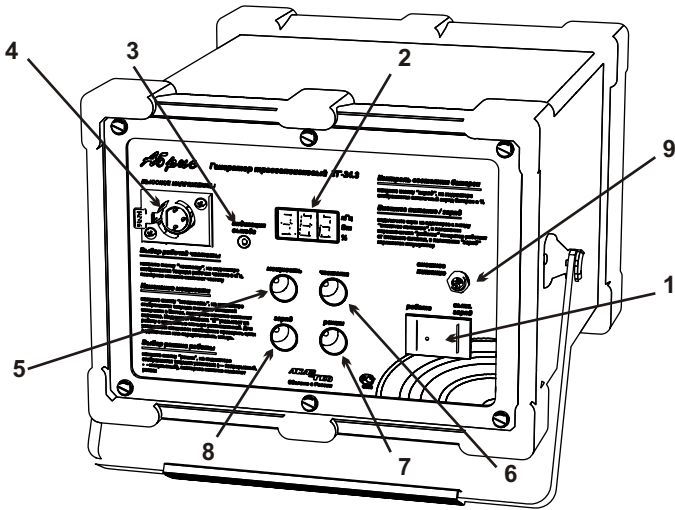
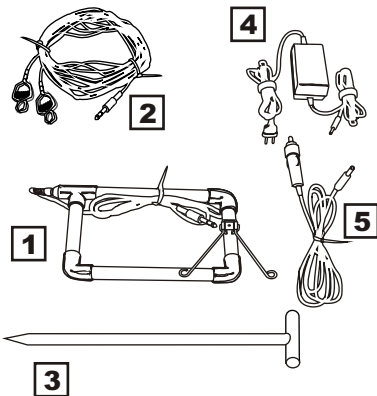

Рисунок 3
Рисунок 4
-  Нажмите на клавишу (поз. 1 рис. 3) переключив ее в положение “работа”
-  Нажмите кнопку “заряд” (поз. 8 рис. 3), на индикаторе отображается значение заряда аккумулятора в %
- 1 Нажмите на клавишу (поз. 1 рис.3) переключив ее в положение “выкл. / заряд”
- 2 При заряде от сети подключите адаптер 220 В (поз.4 рис. 4) к гнезду подключения внешнего питания (поз. 9 рис.3), при заряде от бортовой сети автомобиля используйте автомобильный адаптер (поз. 5 рис. 4). Во время заряда мигает надпись “зар”, по окончании надпись высвечивается не мигая.
1 При работе от сети подключите адаптер 220 В (поз. 4 рис. 4) к гнезду подключения внешнего питания (поз. 9 рис. 3), при работе от бортовой сети автомобиля используйте автомобильный адаптер (поз. 5 рис. 4).
2 Нажмите на клавишу (поз. 1 рис.3) переключив ее в положение “работа”
ВНИМАНИЕ ! Не включайте питание генератора перед подключением. При включенном питании на гнезде подключения внешней нагрузки (поз. 4 рис. 3) или зажимах вставленного в него кабеля гальванического подключения (поз. 2 рис. 4) присутствует высокое напряжение, порядка 200 В
- 1** Подключите один зажим кабеля гальванического подключения (поз.2 рис. 4) к коммуникации, при этом необходимо обеспечить надежный электрический контакт.
- 2** Другой зажим кабеля подключите к штырю заземления (поз. 3 рис. 4), вбитому в увлажненный грунт в 5-15м от места подключения
- 3** Подключите разъем кабеля к гнезду подключения внешней нагрузки (поз. 4 рис. 3)
- 1 Нажмите кнопку “частота” (поз. 6 рис. 3), на индикаторе отображается текущее значение частоты в КГц.